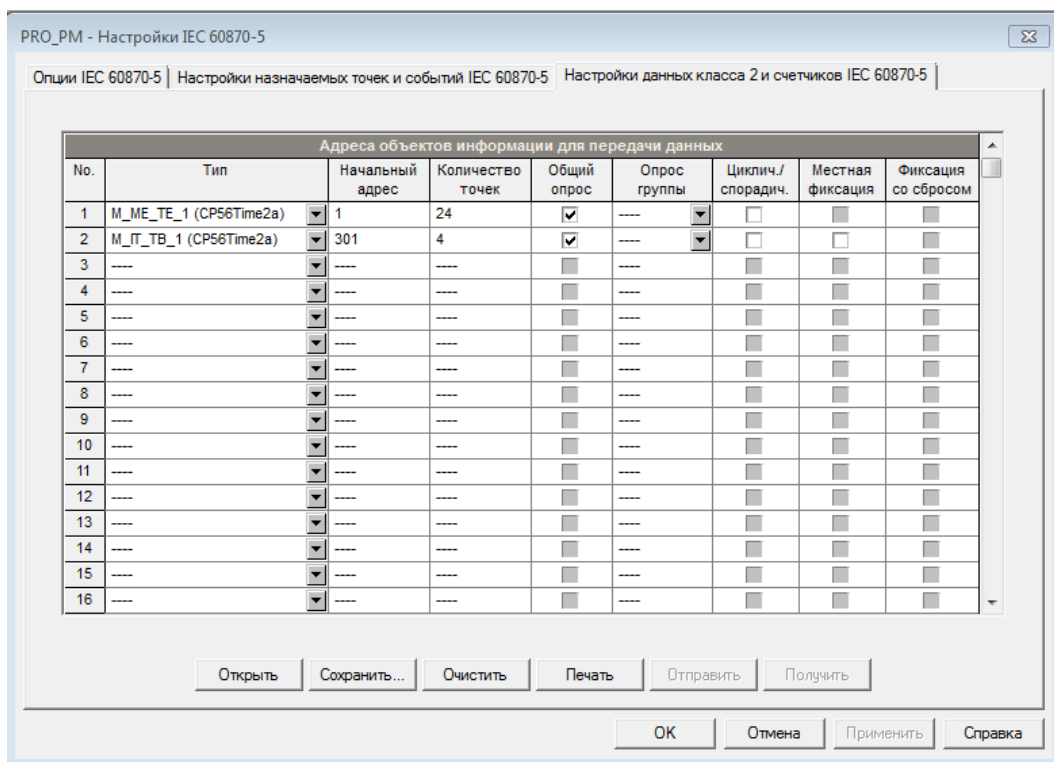

Рисунок 118 – Настройки данных класса 2 и счетчиков IEC 60870-5
1. Выберите на панели меню ПО PAS «Настройки» – «Настройки IEC 60870-5», в открывшемся окне перейдите на вкладку «Настройки данных класса 2 и счетчиков IEC 60870-5» (рисунок 118).